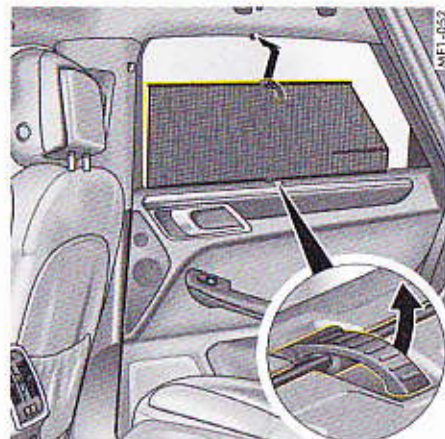

Fig. 315 : Rideau pare-soleil des vitres latérales arrière
- Tirez le rideau pare-soleil par la poignée et accrochez-le au niveau de la fixation dans l'encadrement supérieur de la porte (Fig. 315).